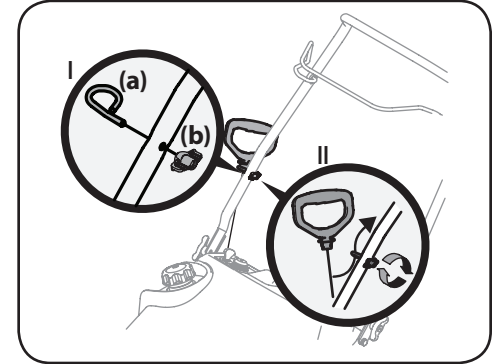

Figura 2-15
2. Coloque el perno de ojo (a) y la perilla de la manija (b) sobre la manija superior como se muestra en el Recuadro I de la Figura 2-15. No ajuste completamente los elementos de ferretería hasta que se le indique que lo haga.
4. Deslice la cuerda del arrancador de retroceso dentro del perno de ojo (a) desde la parte posterior de la máquina quitanieves. Consulte el Recuadro II de la Figura 2-15.